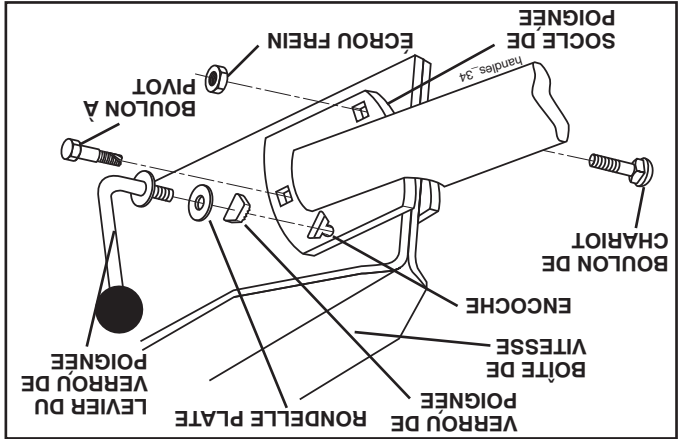

Fig. 5
- Pivotez vers en bas l'ensemble de la poignée. Insérez d'abord le boulon de chariot arrière, avec la tête du boulon sur le côté gauche de la motobineuse et montez l'écrou frein (Voir la Fig. 5).